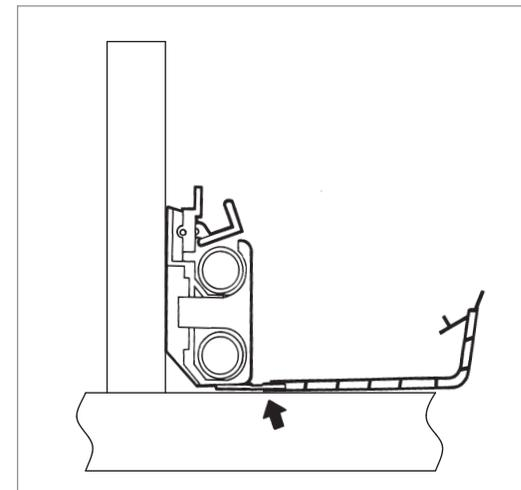

Abb. 16:
- Sockelleiste flach am Boden auflegen und Lasche einfädeln (Abb. 16).